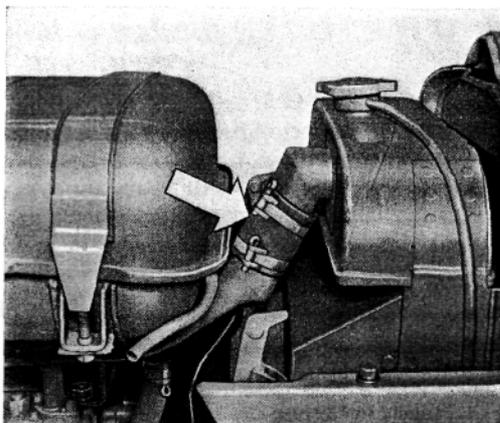

Fig. 10. - Ubicazione del termostato.
- difettoso funzionamento del termostato (farlo smontare - ved. fig. 10 - e verificare).